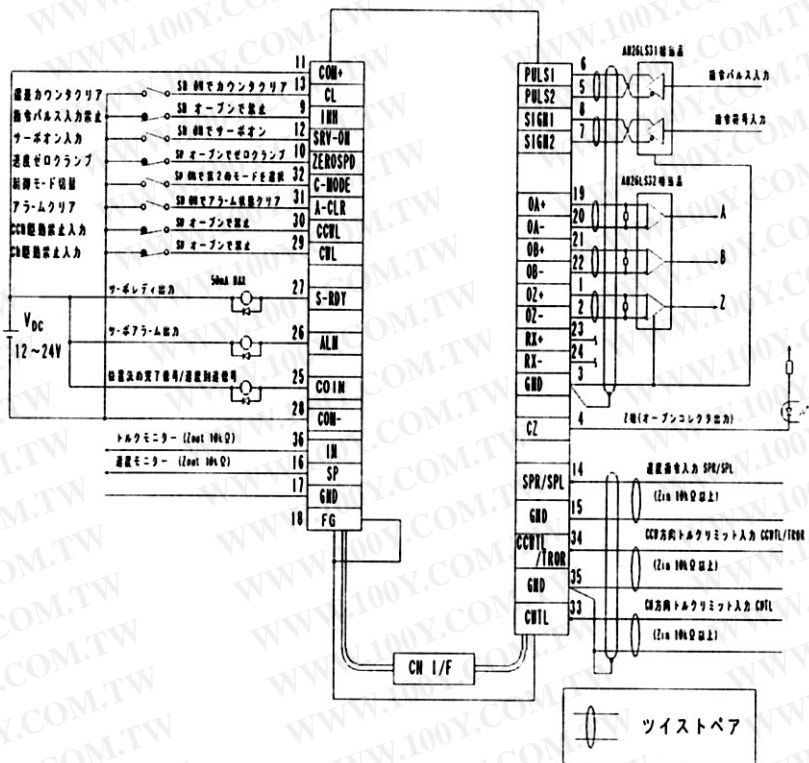

図5-2 コネクタ CN 1/F への配線例
- (1) 図5-2 “コネクタ CN 1/F への配線例”を参考にして配線してください。CN 1/Fのピン配列については、13-1項『外部機器接続用コネクタキット』(61ページ)を参照してください。
- (2) COM+・COM-間に接続される外部制御用のDC12~24Vの制御信号電源は、お客様で準備してください。
- (3) ドライバと周辺機器は、配線が短くなるよう、近距離(3m以内)に配置してください。
- (4) パワーライン(R・S・T・U・V・W・⊕)との配線はできるだけ離してください。(30cm以上)同一のダクトに通したり、一緒に結束しないでください。誤動作の原因となります。
- (5) 制御出力(S-RDY・ALM・COIN)の各端子にDC24V以上、または50mA以上を印加したり、逆極性に電圧を印加したりしないでください。ドライバを破損する場合があります。
- (6) 制御出力端子でリレーを直接ドライブする時は、リレーと並列に図5-2に示す方向でダイオードを装着してください。ダイオードの未装着・逆方向の装着ではドライバが破損します。
- (7) 図5-2に示すようにコネクタ CN 1/Fの信号ライン(特にアナログ指令入力・指令パルス入力・エンコーダのフィードバック出力など)の配線は、シールド付ツイストペア線を使用してください。シールドはドライバ側でシグナルグランド(GND)に接続してください。(周辺機器側のシールドは通常オープンとしますが、極端なノイズを受けて不具合が生じるような場合には、ドライバ側・周辺機器側双方のシールドをフレームグランド(FG)側に接続してみてください。)
- (8) フレームグランド端子(FG)はドライバ内部でアース端子(⊕)と接続されています。